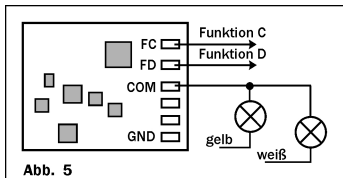

Abb. 5
- 7) Der Decoder N45 besitzt keinen Anschlussdraht für die positive Versorgungsspannung der Funktionsausgänge (blauer Draht bei HO-Decodern). Der Anschluss ist jedoch als Lötpad auf der Rückseite des Decoders vorhanden (siehe Abb.5).